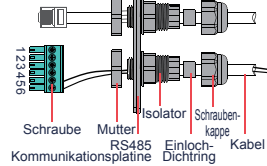

Abb. 31
1. Ziehen Sie das Kabel durch die Platte (siehe Abb. 31).